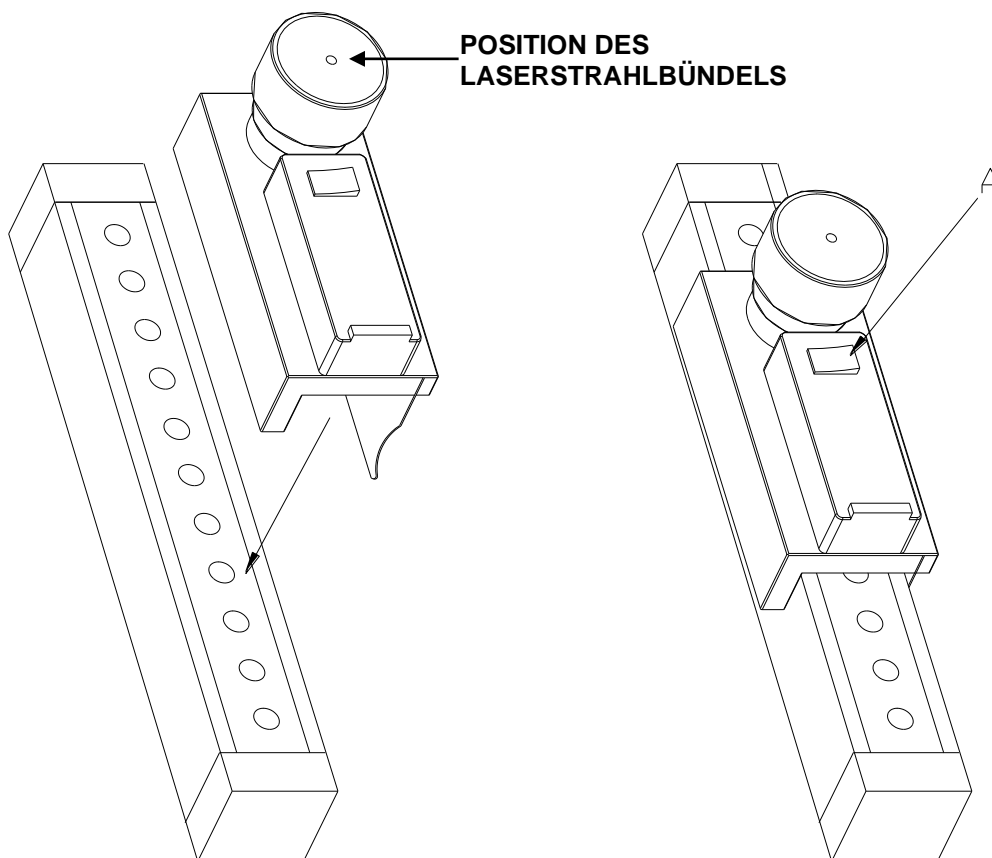

Abb. 1
- Das LAD2 entlang der Vertikalachse von der Seite des optischen Fensters her am Sender befestigen (sh. Abb. 1). Von der korrekten Verbindung zwischen dem Gerät und den Lichtschranken hängt das Ergebnis der Ausrichtung ab.
- Das Gerät über den ON/OFF-Schalter einschalten (Abb. 1, Detail A).
➔ Bei der Wiederholung des Tests darf das LAD2 niemals auf den Kopf gestellt werden: der Laserstrahlbündels sollte immer wie in Abbildung 1 gezeigt positioniert sein.